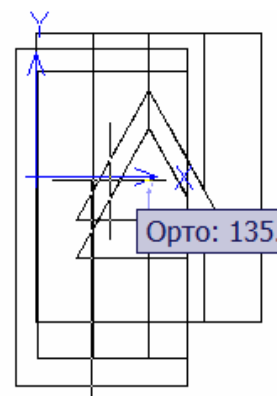

Рис. 5.21
- g) на запрос центра вида (Specify view center) щелкнуть прицелом точку внутри главного вида – рис. 5.21) – центр можно щёлкать многократно, при этом не нужно точно выравнивать проекции, для подтверждения – **Enter**;